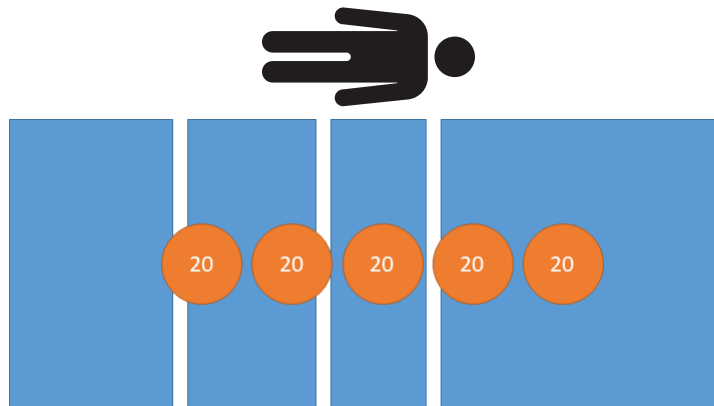

Figura 20 – Test delle prestazioni di pesatura - 100 kg
3. Utilizzando pesi calibrati, collocare 100 kg sul prodotto (Figura 20).
9. Utilizzando pesi calibrati, collocare 100 kg sul prodotto (Figura 20).